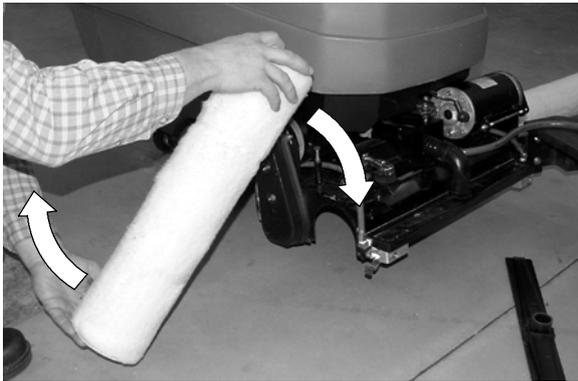
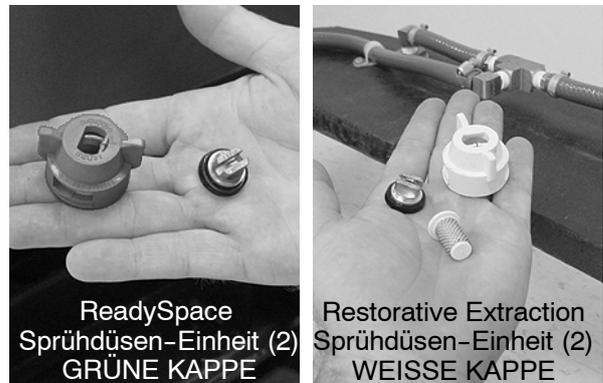

ABB. 32
ABB. 39
1. Wenden Sie die ReadySpace-Rollen alle 10 Betriebsstunden Ende-um-Ende (Abbildung 32). Die Lebensdauer der Rollen ist unter normalen Reinigungsbedingungen auf mindestens 100 Betriebsstunden geschätzt. Wenn die Öffnung zwischen den zwei Rollen mehr als 4 mm beträgt, sind die Rollen zu ersetzen.
3. Entfernen Sie die vier Schnellverschluss-Sprühdüsen vom Schrubbkopf (Abbildung 32). Drehen Sie die Sprühdüsenkappen nach links, um diese zu entfernen. Legen Sie die Düsen und die Filter bis zu sechs Stunden in eine Essigsäure-Lösung (Abbildung 39). Befolgen Sie die Mischanweisungen auf der Flasche. Verwenden Sie niemals spitze Gegenstände zum Reinigen der Sprühdüsen, da dies Beschädigungen zur Folge hat.